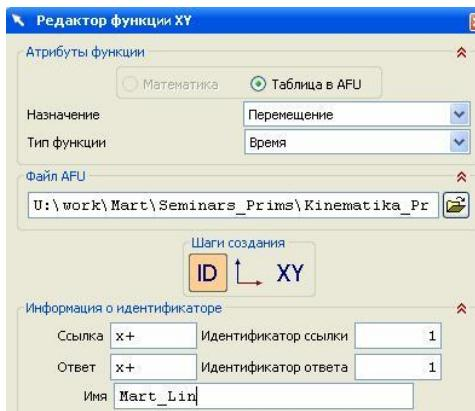

рис.84
- В ответ появляется новое диалоговое окно (рис.84).
- Каждый последующий шаг описания нашей функции в диалоговом окне на рис.84 определяется соответствующей пиктограммой в её центре, в поле “Шаги создания”.
- На первом шаге создания функции (используется пиктограмма ID) мы, главным образом, только придумываем имя нашей функции. Например, *Mart_Lin* (рис.84). Описание стальных полей этого диалогового окна (рис.84) пока опустим.
- После этого опять последовательно станут доступными все окна рис. 84, 85, 87.